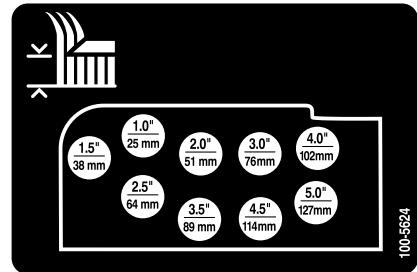

Figura 19
- Monte las cadenas de altura de corte en el taladro de altura de corte deseado con el pasador y el pasador de horquilla (Figura 19).